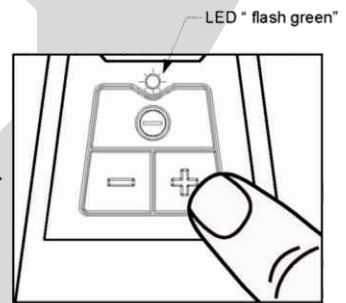

figure 3
3. Réglez la vitesse en appuyant sur les boutons "+" ou "-" sur la plaque de bouton. Appuyez sur "+" pour augmenter le réglage de la vitesse supérieure, "-" est pour abaisser le réglage de la vitesse. - voir figure 3